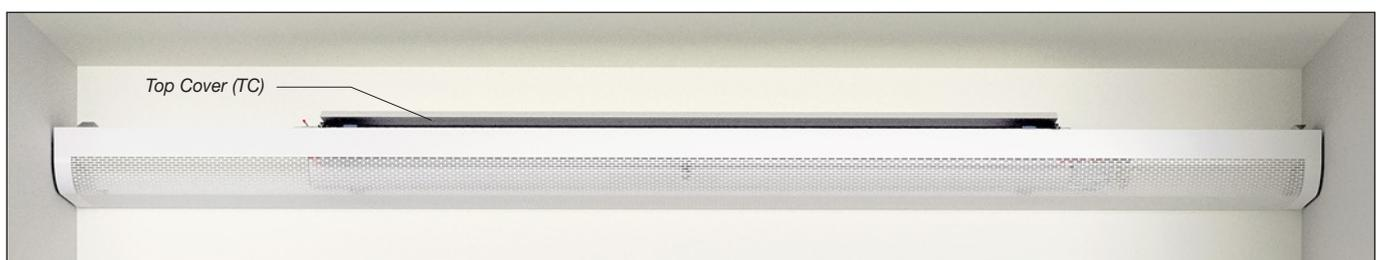

Abbildung 14. Plafond XD an der Wand montiert mit Abstand zur Decke (FW).
Einbauprinzip "Wand an Wand", bei dem keine Design-Endplatten erforderlich sind. Ein Top Cover (TC) ist beim Plafond XD Gehäuse enthalten, wenn eine FW-Installationslösung gewählt wird (Abbildung 14).